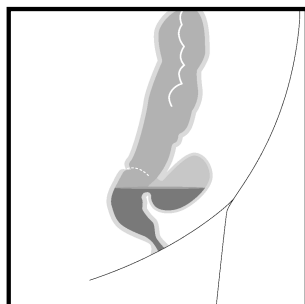

Fig. 1
3. Meça visualmente a cavidade da lesão/fuga (comprimento e diâmetro) utilizando o endoscópio, por forma a determinar o comprimento e o diâmetro da esponja. Dever-se-á escolher o tamanho da esponja, por forma a que esta fique apenas dentro da cavidade da lesão/fuga. É importante assegurar que esta não fique em contacto com mucosa sã. Após a medição, retira-se o endoscópio (Fig. 1).